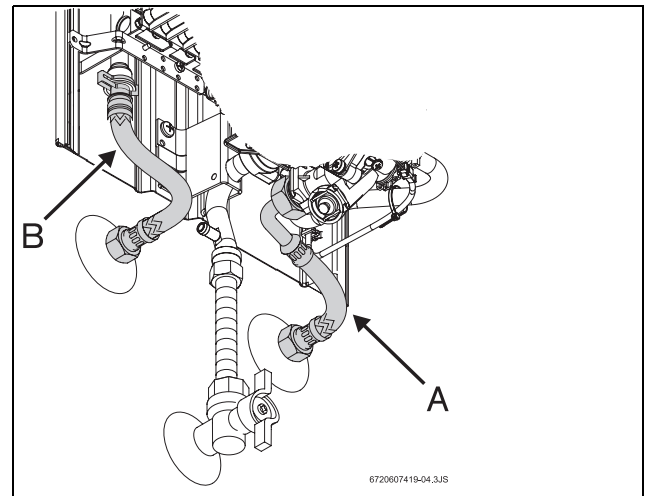

Fig. 4 Collegamento acqua
- Individuare le tubazioni di acqua calda (Fig. 4, pos. B) e fredda (Fig. 4, pos. A) dell'impianto onde evitare eventuali inversioni di collegamento.